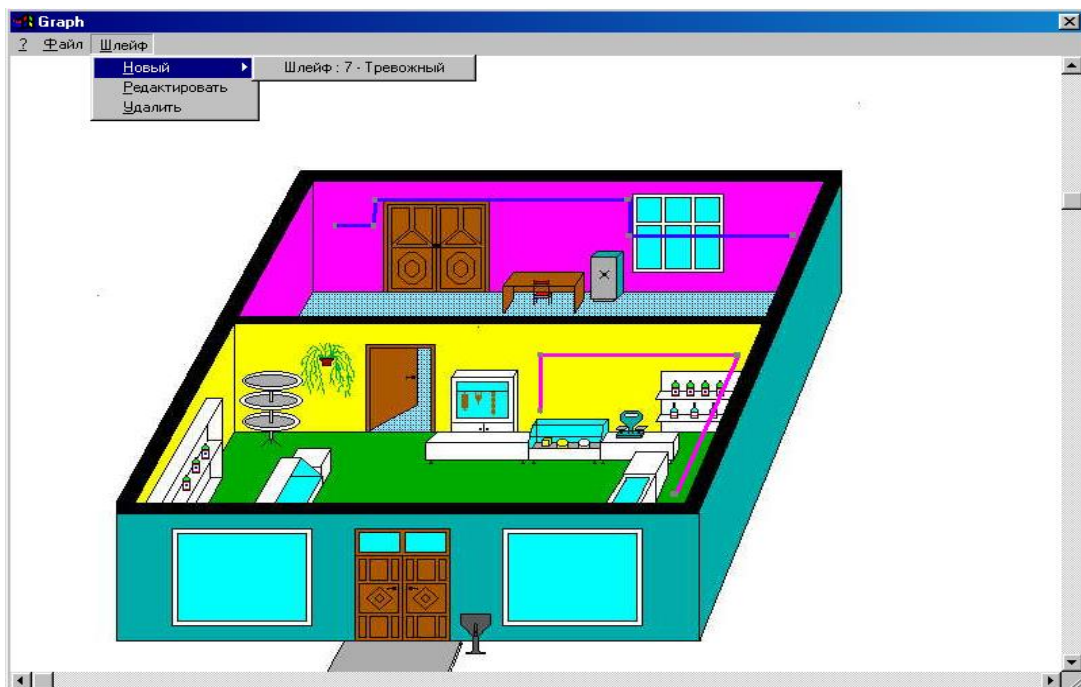

Рисунок 37
3.4.5 Привязка ШС к графическому плану зоны осуществляется следующим образом. Нажать в карточке зоны кнопку «Показать схему зоны». В появившемся окне, отображающим план-схему объекта, выбрать пункт меню «Шлейфы», подпункт «Новый» (рисунок 37).